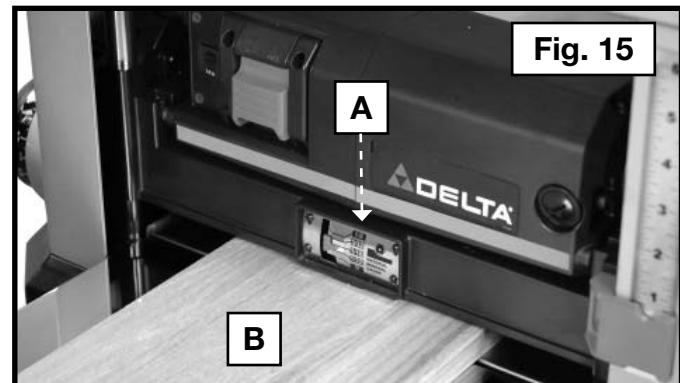

Fig. 15
La cepilladora cuenta con un calibrador de remoción del material (A) Fig. 15. Se utiliza para indicar la cantidad de madera que se quitará en una pasada, con el carro a una determinada altura. El calibrador de remoción del material permite lecturas de todo el ancho del cabezal de la cepilladora.
1. Deslice aproximadamente 76 mm (3") de la pieza de trabajo (B) Fig. 15 por debajo de la parte media del carro.